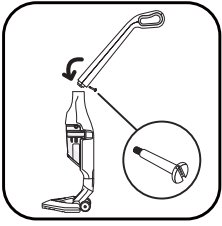

fig. 1
- Fixez le manche en l'insérant avec précaution dans la partie supérieure du corps principal (fig.1)